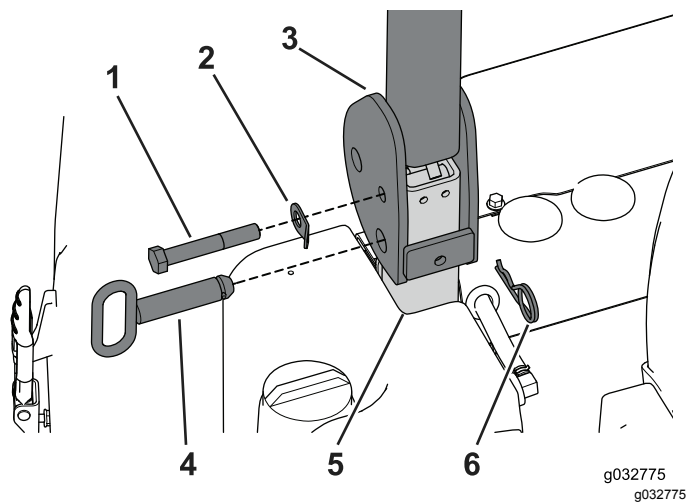

図 130
1. 下部 ROPS チューブの穴に、ROPS の穴を合わせる図 130。
2. ピボットボルトとランヤードワッシャを、ROPS の上側の穴と下部 ROPS チューブの穴に合わせてボルトを手締めする 図 130。
4. ROPS の上側の穴と下部 ROPS チューブの穴に、ピボットロックピンを通してヘアピンで固定する 図 130。